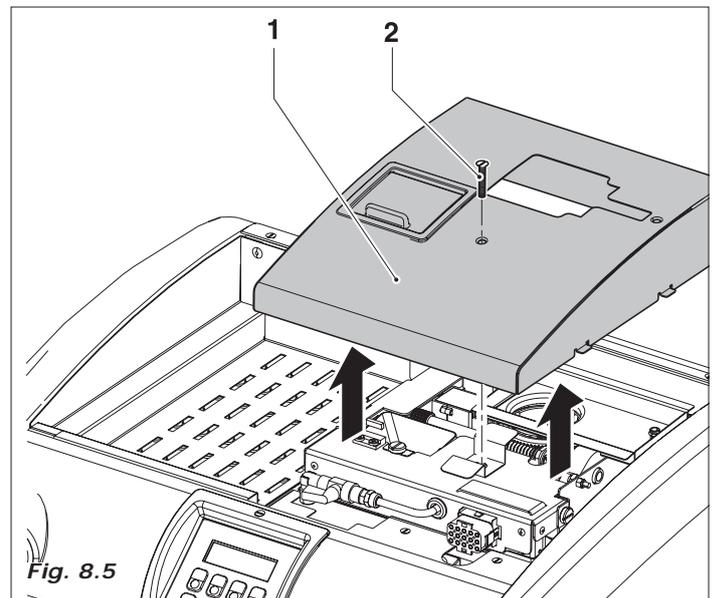

Fig. 8.5
Destornille el tornillo 2 (Fig. 8.5) y levante la tapa (1).